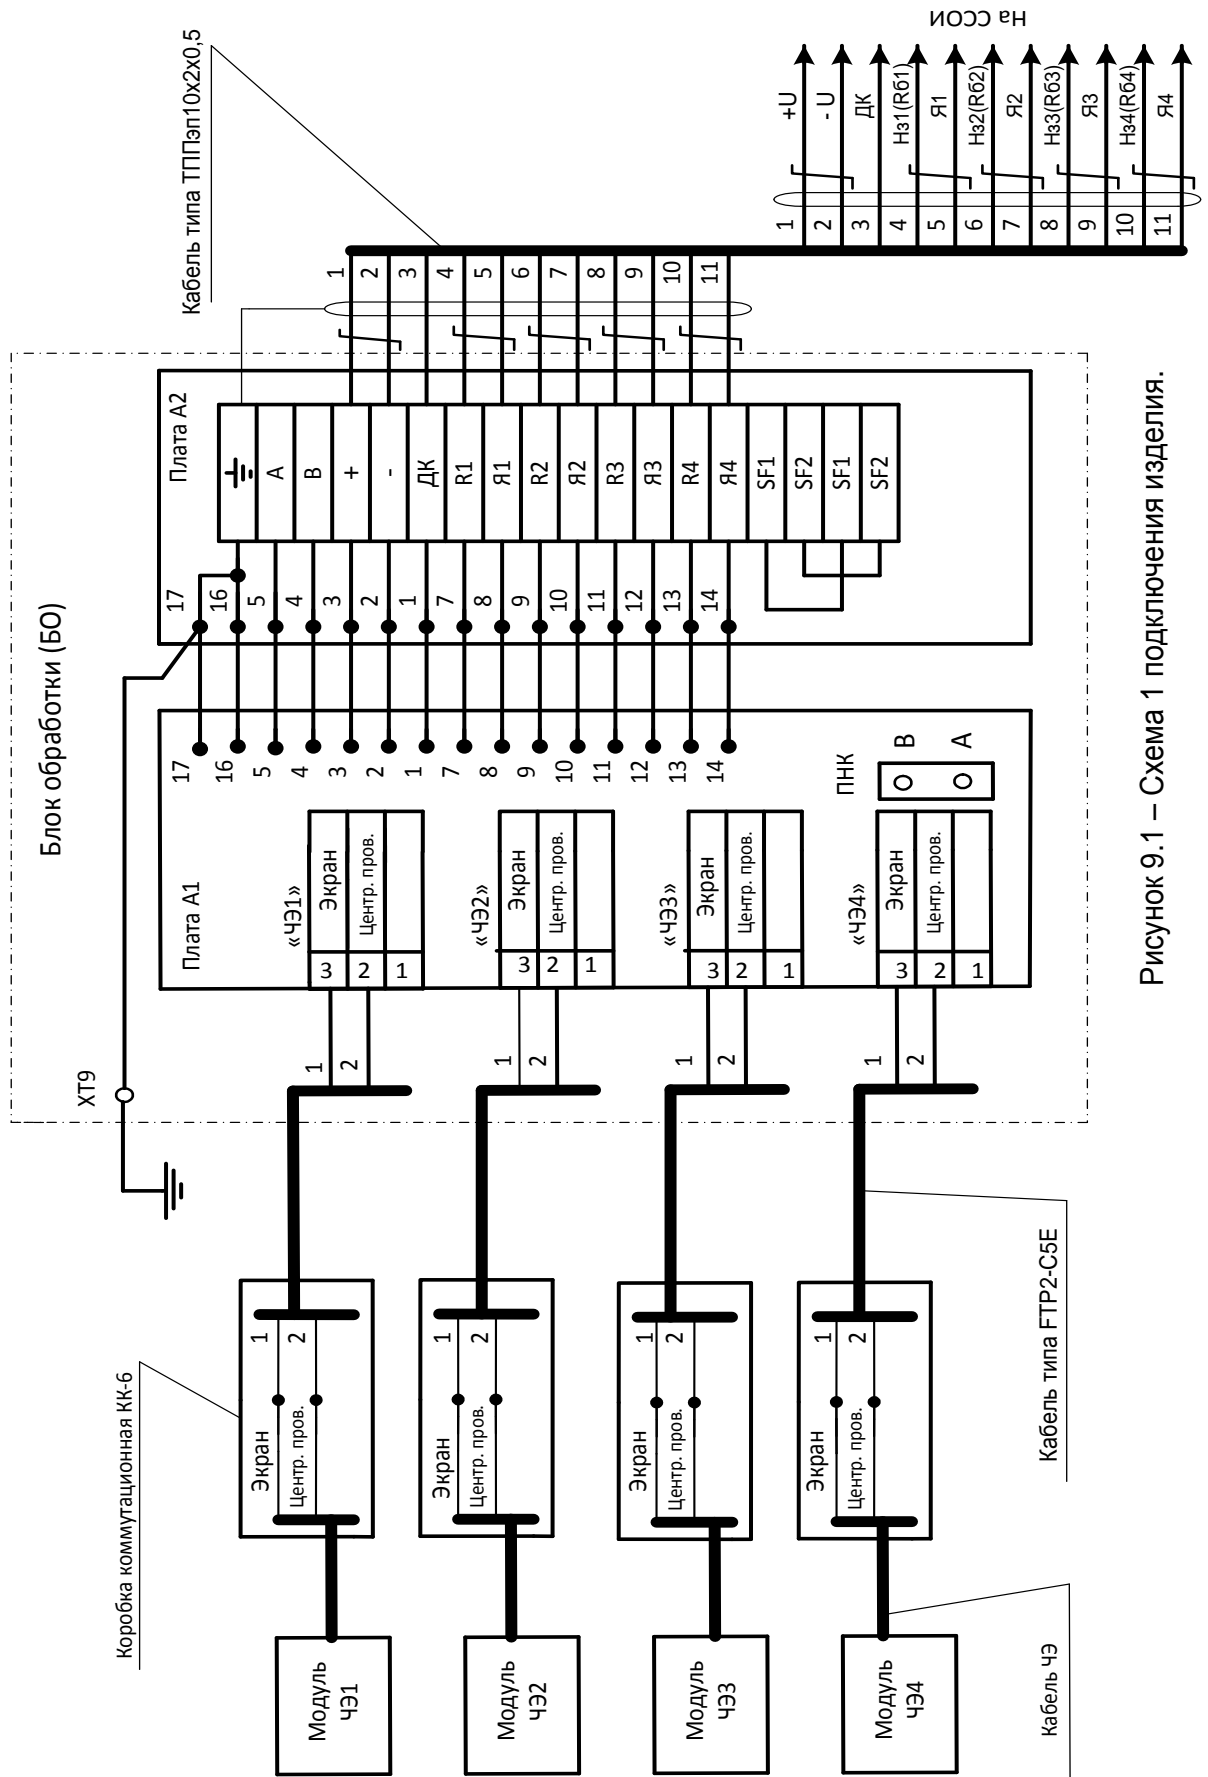

Рисунок 9.1 – Схема 1 подключения изделия.
2.4.1.2 В изделии используется четыре выходных реле (см. таблицу 3 и рисунок 9.1). На плате А1 необходимо снять перемычки Х1, Х2, Х3, Х4, для подключения нормально-замкнутых четырех выходных реле к ССОИ через сопротивления $R_b=6,2$ кОм. Для получения нормально-замкнутых контактов выходных реле (Нз1, Нз2, Нз3 и Нз4), резисторы 6,2 кОм на плате А1 необходимо замкнуть перемычками Х1, Х2, Х3 и Х4. Если к БО подключены четыре ЧЭ и вместо четырех реле необходимо использовать только два (по одному реле на участок), то на плате коммутации А2 необходимо замкнуть контакт Я1 с контактом Я2 и контакт Я3 с контактом Я4. Выходные контакты первого и второго реле используются в качестве выходных контактов реле первого участка, а выходные контакты третьего и четвертого реле как выходные контакты реле второго участка, как показано на рисунке 10. На рисунке 10 перемычки Х1 и Х3 сняты, чтобы в каждом объединенном реле было по одному резистору 6,2 кОм.